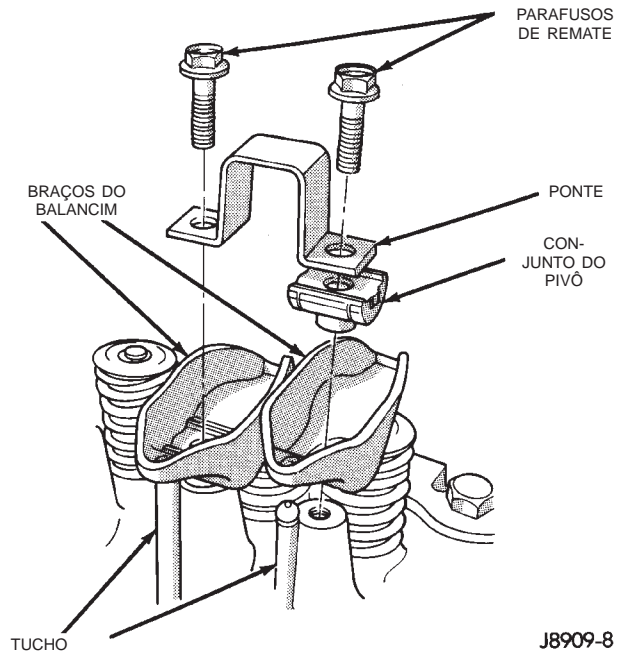

Fig. 34 Conjunto do Balancim
(2) Drene o líquido de arrefecimento e desconecte as mangueiras na carcaça do termostato do motor. NÃO desperdice o líquido de arrefecimento reutilizável. Se a solução estiver limpa e estiver sendo drenada apenas para servir o motor ou sistema de arrefecimento, drene o líquido de arrefecimento em um recipiente limpo para reutilização.
(3) Remova o conjunto do filtro de ar.
(4) Remova a tampa do cabeçote de cilindros do motor. (Consulte o procedimento contido nesta seção).
(5) Remova os conjuntos de parafusos de remate, ponte e pivô e os balancins (Fig. 34).
(6) Remova os tuchos (Fig. 34). **Prenda os tuchos, pontes, pivôs e balancins na mesma ordem em que foram removidos.**